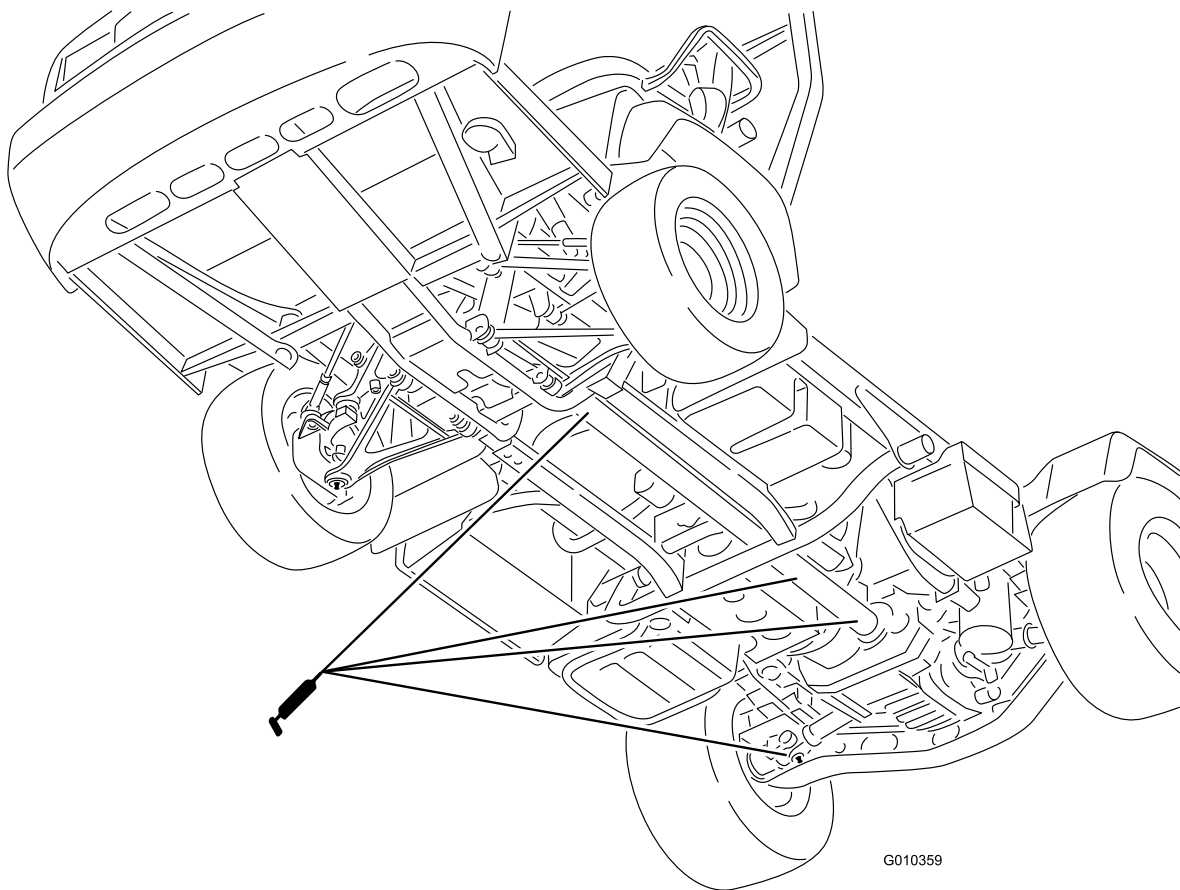

Figura 43
- Giunto a U (18) e albero della trazione integrale (3) come illustrato nella Figura 43